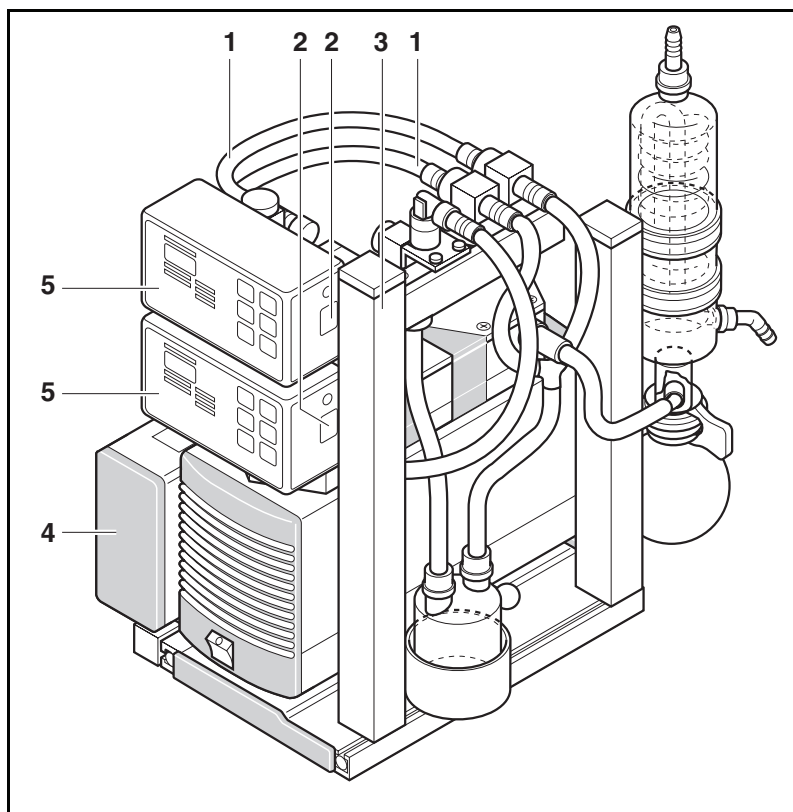

Fig. 8: Controlador de vacío (en la figura el sistema LABOPORT SCC en el ejemplo de una bomba N 840.3 FT.18)
1. Insertar el módulo de control (véase Fig. 8/4) con ambas tuercas de garras en la guía ranurada lateral del soporte base.
1. Insertar la pieza de fijación del soporte (véase Fig. 8/3) en la guía ranurada del soporte base que señala hacia arriba.